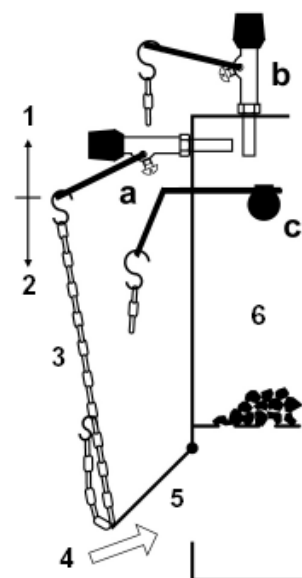

Рис. 4-1: Монтаж цепочки
7. Другой конец цепочки протянуть через клемму для крепления цепочки на клапане подачи воздуха. Маленький крючок зацепить за цепочку, смотрите рис. 4-1